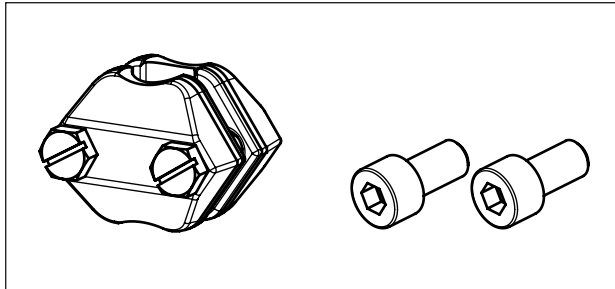

図 14: 取付キット V2001
4. アクチュエータ軸 (3) が弁軸 (5) に載るように、アクチュエータ軸を出します。
5. V2001 取付キットに付属の 2 つの軸コネクタランプ (図 14 参照) を所定の箇所に位置付け、締め付けます。